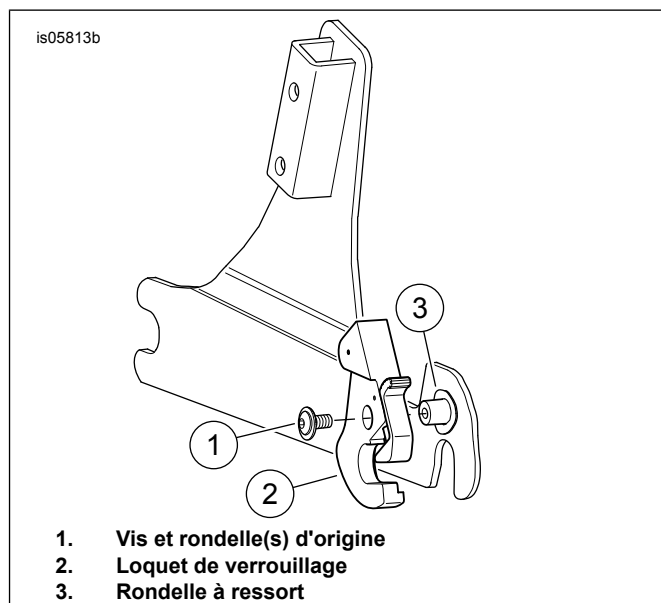

Figure 7. Installation intérieur droite (relief masqué)
Kit porte-bagages solo	Voir figure 7, Installation intérieure droite (relief masqué)
1. Voir Figure 7 . Retirer le loquet non verrouillable droit. Laisser la rondelle à ressort droite sur l'axe de montage droit.